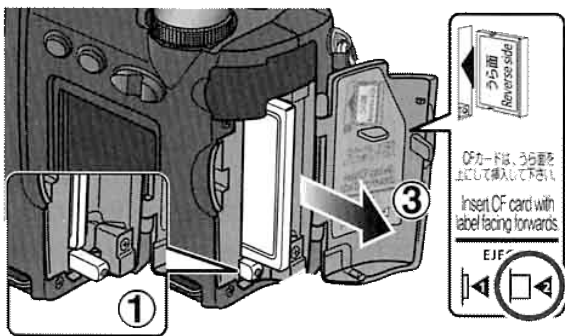

Fig.30: Ut- og innsetting av lagringskort
Kameraet lagrer bildene på et (utskiftbart) CompactFlash (CF-kort, lagringskort) som er anbragt på siden av kameraet (fig.30). Her er et 128Mb kort innsatt som ved standardinnstillingene vil kunne romme ca 132 bilder. Pass på at strømforsyningen er avslått ved innsetting eller uttak av lagringskortet ellers kan data gå tapt. For å ta ut kortet åpnes dekselet til kortspalten, utstøtningsknappen (1) får dekselet til å helt opp i posisjon og ved å trykke én gang til vil kortet (3) delvis støtes ut. Pass på at utstøtningsknappen er inne når kortet settes inn igjen.